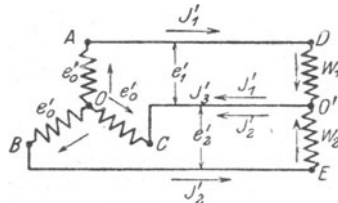
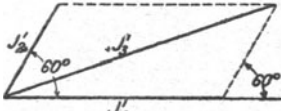

Fig. 159.
Fig. 161.
292. Die beiden induktionsfreien Widerstände  $w_1 = 10$  [15] (22)  $\Omega$  und  $w_2 = 15$  [10] (11)  $\Omega$  sind, wie Fig. 159 zeigt, mit den drei Klemmen ABC eines Drehstromgenerators verbunden, der in jeder Phase eine Spannung von 80 [127] (110) V erzeugt. Gesucht wird:
Zu b): Die Fig. 159 zeigt, daß in der Leitung  $\overline{CO'}$  die geometrische Summe aus  $J_1'$  und  $J_2'$  fließt, wobei die Ströme denselben Winkel einschließen, wie die Spannungen  $\overline{OF}$  und  $\overline{OG}$ , also  $60^\circ$ . In Fig. 161 ist die Diagonale der gesuchte Summenstrom